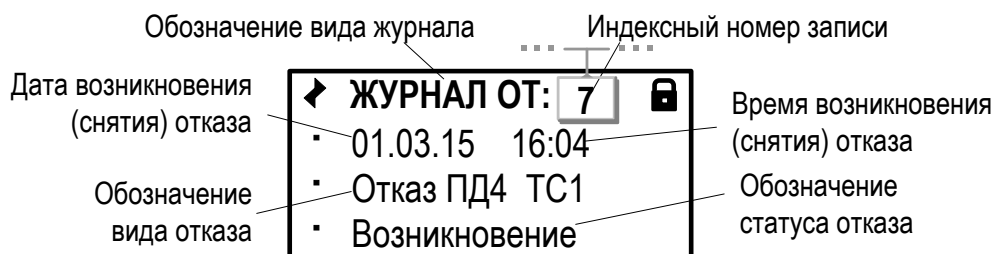

Рис.44. Вид окна индикации «Журнала отказов датчиков».
7.3.3. **Журнал Отк. датч.** и **Журнал НС** имеют одинаковую структуру (рис.44).